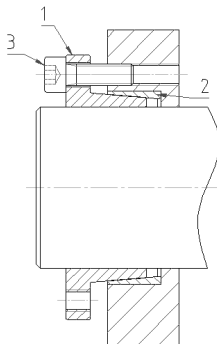

Fig. 1
- Per l'applicazione tipo A – mozzo mobile (fig. 1), il mozzo deve essere provvisto di spallamento e la sede per il calettatore deve avere una profondità pari alla lunghezza dell'anello esterno [2]. Coppia trasmissibile e pressioni di contatto = 1,58 x valori a catalogo.